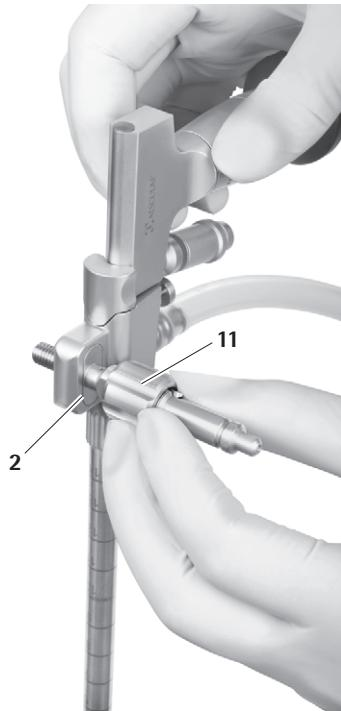

Fig. 18
► Placera fästarmsadaptern 11 valfritt på höger eller vänster sida av så att flänsen passar in i det där för avsedda spåret 2 för fästning av fästarmen, se Fig. 18.